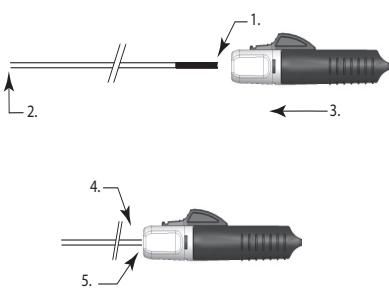

Figura 3
- Segure a extremidade proximal do introdutor do implante na extremidade distal do indicador de carga. Avance o dispositivo de descolamento instantâneo (DDI) sobre a extremidade proximal do introdutor do implante até o indicador de carga entrar completamente no funil e o introdutor estar devidamente encaixado no acionador (consulte a Figura 3).
Nota: Se a banda do indicador continuar visível tal como na Figura 4 abaixo, o dispositivo de destacamento instantâneo (DDI) deve ser avançado mais um pouco até o introdutor do implante estar completamente encaixado no funil, conforme a Figura 3 acima.